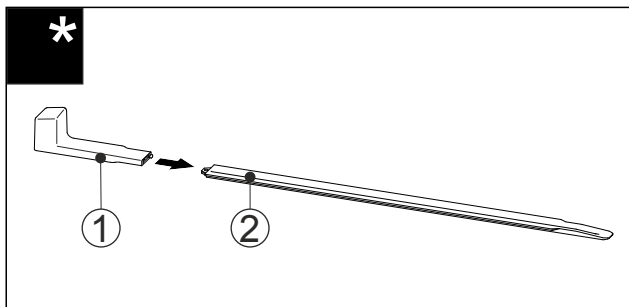

Fig. 59
- Stikk monteringshåndtakene Fig. 59 (1) på nivellerings-skinen Fig. 59 (2).